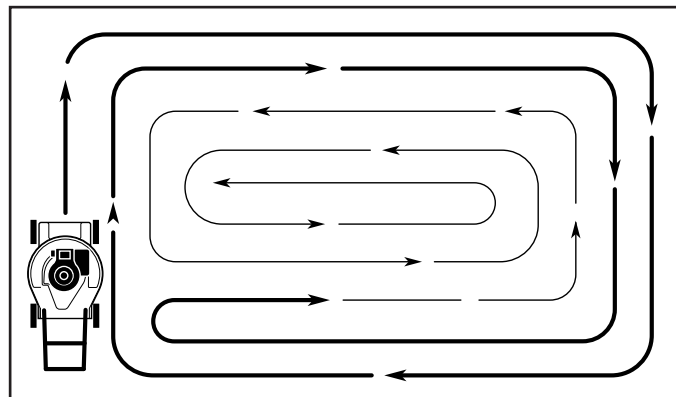

FIG. 15
- Quand vous utilisez une tondeuse à gazon à décharge latérale, tondez dans le sens contraire des aiguilles d'une montre en commençant à l'extérieur de la surface à tonder pour étaler l'herbe coupée plus régulièrement et réduire l'effort du moteur. Pour garder l'herbe coupée hors des allées, des parterres, etc., tondez la périphérie de la zone à tonder dans le sens des aiguilles d'une montre. (Voir Fig. 15).